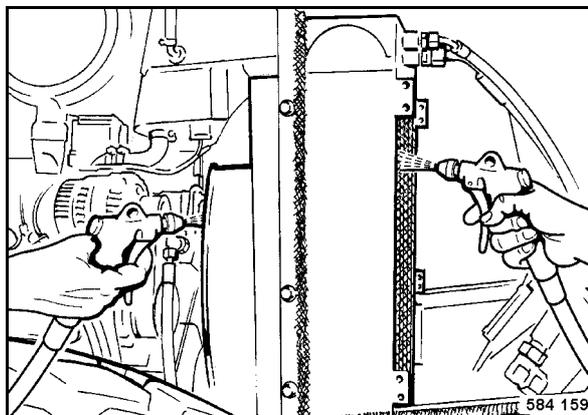

Рис. 131
- Продуть радиатор (Рис. 131) сжатым воздухом.